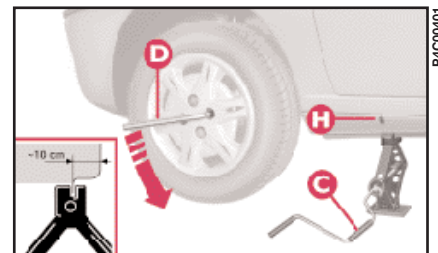

fig. 3
5) Sistemare il cric in corrispondenza della tacca **H** (fig. 3) vicino alla ruota da sostituire e ad una profondità di circa 10 cm verso il centro della vettura (fig. 3).